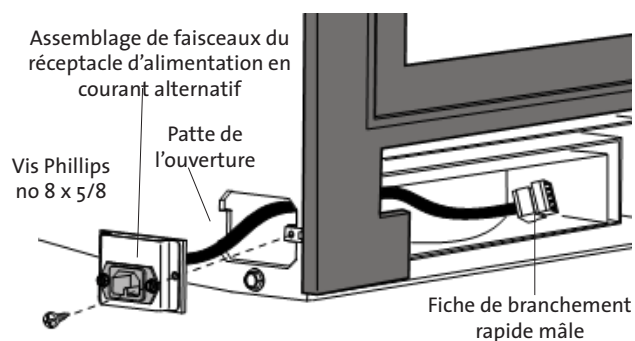

Figure 10. Emplacement du câble dans le réceptacle d'alimentation en courant alternatif.
3. Déterminez de quel côté le cordon d'alimentation du ventilateur sera situé. Insérez le réceptacle d'alimentation en courant alternatif à travers l'arrivée du côté approprié de la chambre de combustion. Voir la figure 10. Insérez le couvercle avec la patte dans l'ouverture et fixez à l'aide de vis Phillips no 8 x 3/4 po incluses dans le sac quincaillerie.